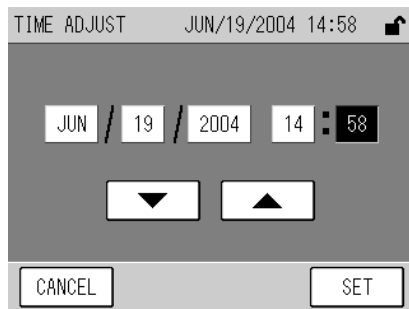

Fig. 69 **TIME ADJUST Fenster**
- [TIME ADJUST]: Öffnet das Fenster TIME ADJUSTMENT (Fig. 69 auf Seite 53).